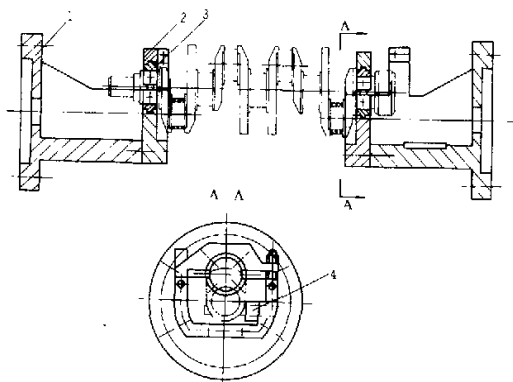

图 4
③图 4 是加工图 1b 所示的曲轴一、四连杆颈夹具结构示意图。曲轴的轴向定位靠瓦块侧面来实现, 圆周方向的定位靠定位块 4 来完成。